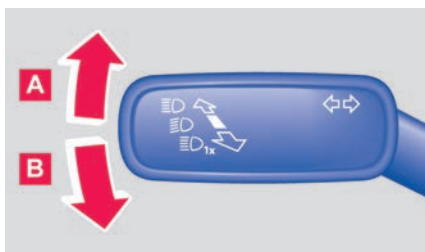

Abb. 62 An der Lenksäule links: Blinker- und Fernlichthebel.
2. Hebel aus der Mittelstellung in die gewünschte Position bringen → **Abb. 62**.